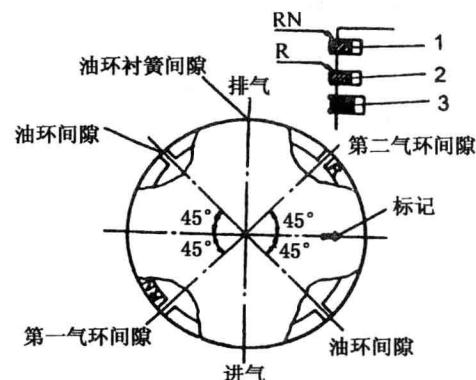

图 2-1 活塞环的安装
(1) 活塞与连杆的组装。在组装活塞、连杆时，应将活塞顶部箭头“→”朝向曲轴皮带轮侧，连杆头油孔朝向发动机进气侧，活塞销卡环（挡圈）开口避开活塞销座孔的横向槽，再将活塞、活塞销、连杆组合起来。
(2) 活塞环与活塞的组装。将带有“RN”标记的气环安装到活塞的第一道环槽内，“R”标记的气环安装到活塞的第二道环槽内、组合油环安装到活塞的第三道环槽内；各环的开口位置按图 2-1 所示位置安装。